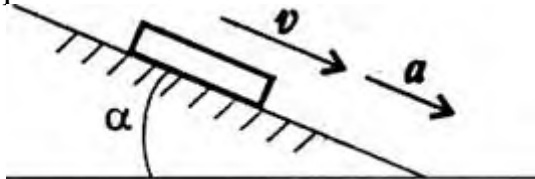

Рисунок 8
5. Тело движется вниз по наклонной плоскости (рис. 8). Нанесите силы, действующие на тело; используйте принцип Даламбера, запишите уравнение равновесия.